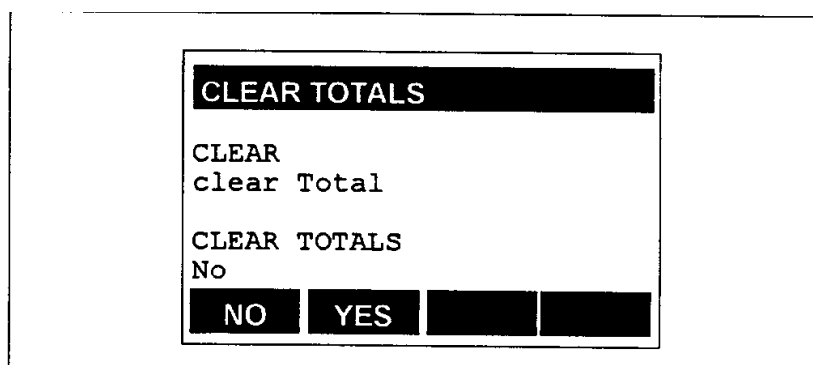

図 8-1: TOTAL を押した後の表示画面
2. [F1]を押して TOTAL を選択します。図 8-1 のような画面が表示されます。